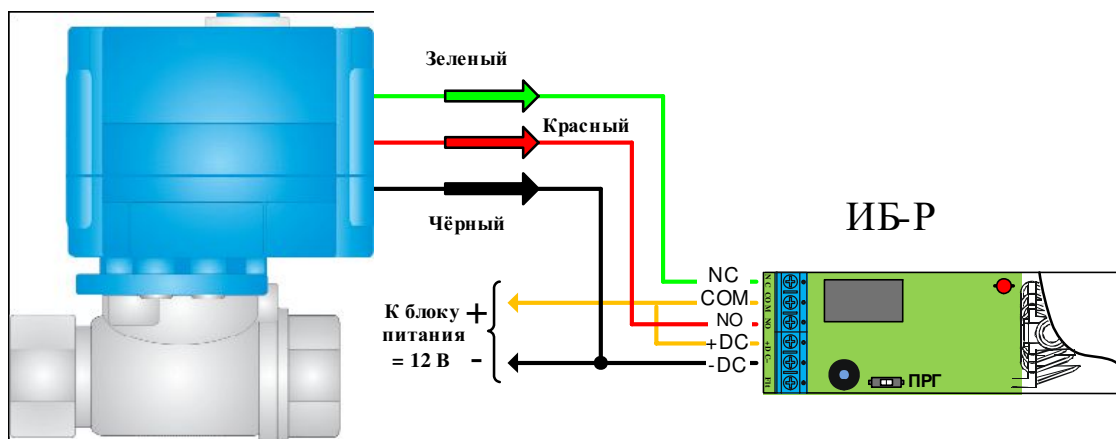

Рис. 9 Схема подключения крана НС12В к ИБ-Р.
ШАГ 3. Подключить кран к ИБ-Р согласно схеме подключения (Рис. 9).
- Схема подключения крана к ИБ-Р исп.2 аналогична Рис. 9, с той разницей, что "плюсовой" вывод блока питания подключается только к клемме "COM", а "минусовой" подключается к черному проводнику крана напрямую (без подключения к ИБ-Р).